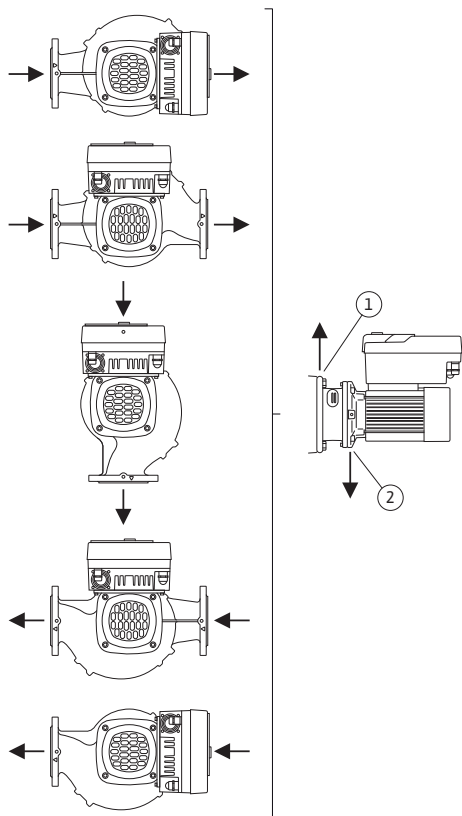

Fig. 17: Positions de montage autorisées avec arbre horizontal
- Pour un arbre de moteur horizontal, l'orifice d'évacuation de la condensation doit obligatoirement être orienté vers le bas (Fig. 17, pos. 2). Le cas échéant, le moteur doit être tourné.